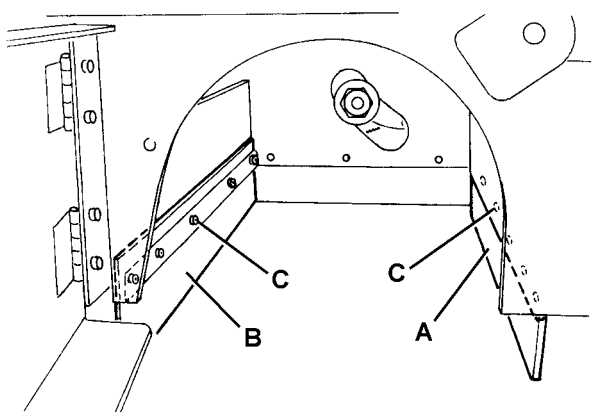
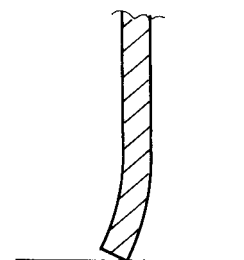

Abbildung 22
Abbildung 24
9. Prüfen, dass die Flaps vorn (A, Abb. 22) und hinten (B) unversehrt sind.
10. Prüfen, dass die Flap vorn (A, Abb. 22) und hinten (B) leicht auf dem Boden schleifen und dass jedenfalls nicht vom Boden getrennt sind (siehe Abb. 24).
Falls nötig, die Schrauben (C, Abb. 22) lösen und die Flapstellung einstellen. Dann, die Schrauben (C) anziehen.
11. Das Flap-Pedal vorn (83) völlig treten und prüfen, dass der Vorderflap von ungefähr 5 cm hebt.